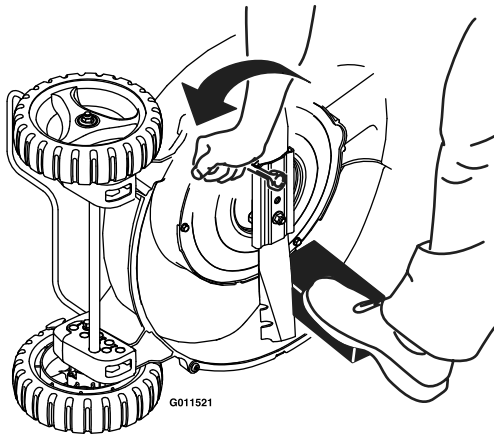

Figure 19
- A. Pour déposer la lame, immobilisez-la avec une cale en bois (voir Figure 19). Tenez la lame par son extrémité avec un chiffon ou un gant épais.